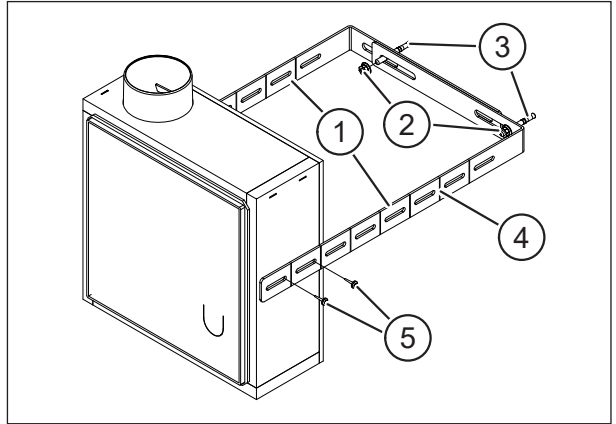

Abb. 3: Montage von Unterputzgehäusen mit Brandschutzummantelung
- ▶ Setzen Sie die beiden Teile des Montagebügels (Pos. 1 in Abb. 3) zusammen, sodass sie beidseitig am Unterputzgehäuse anliegen.
- ▶ Erstellen Sie 2 Bohrungen für die Nagelanker (Pos. 3 in Abb. 3) am Montageort und schlagen Sie die Nagelanker ein.
- ▶ Passen Sie den Montagebügel an die erforderliche Einbautiefe an, indem Sie ggf. den Montagebügel an den Sollbruchstellen (Pos. 4 in Abb. 3) kürzen.
- ▶ Fixieren Sie den zusammengesetzten Montagebügel mit den Sechskantmutter (Pos. 2 in Abb. 3) an den Nagelankern.
- ▶ Befestigen Sie das Unterputzgehäuse mit den Spaxschrauben (Pos. 5 in Abb. 3) am Montagebügel.